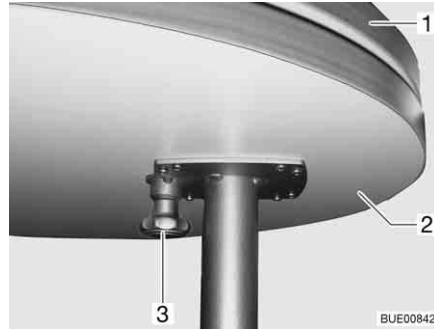
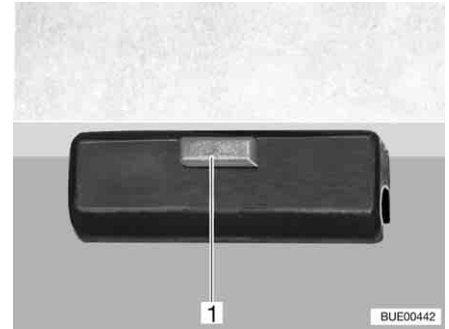

Fig. 99 Prolongación de mesa giratoria hacia fuera
Fig. 100 Bloqueo
- Tirar el botón (Fig. 99,3) del bloqueo hacia abajo y girar la prolongación de la mesa (Fig. 99,2) hacia fuera.
- Girar la prolongación de la mesa (Fig. 99,2) debajo del tablero de la mesa (Fig. 99,1) hasta que se oiga engatillar el bloqueo (Fig. 100,1).
- Soltar el bloqueo (Fig. 100,1) del tablero de la mesa.